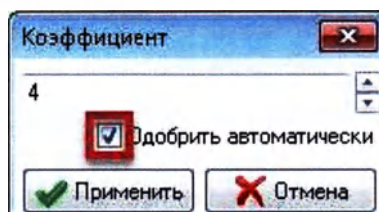

Рисунок 11.14
4. Чтобы автоматически одобрить новые результаты работ, установить галку в поле «Одобрить автоматически» (Рисунок 11.14):